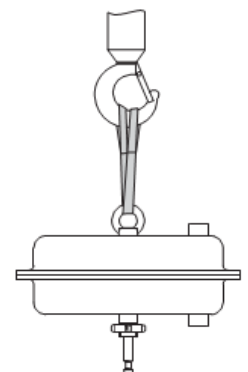

図 4 アクチュエーターの吊り上げポイント
（図 4 を参照）
4. (図.4) ステムコネクタナットをアクチュエーターシステムに接する位置まで回し、さらに 1/4 回転回し接触させてください。このとき必ずプラグがバルブシートに着座している状態で調整してください。ステムコネクタナットをスパナなどで固定した状態で、ロックナットを締め付けます。
4. (図.4) ステムコネクタナットをアクチュエータシステムに接する位置まで回し、さらに 1/4 回転回し接触させてください。このとき必ずプラグがバルブシートに着座している状態で調整してください。ステムコネクタナットをスパナなどで固定した状態で、ロックナットを締め付けます。
調整要領 図.3 	調整要領 図.4